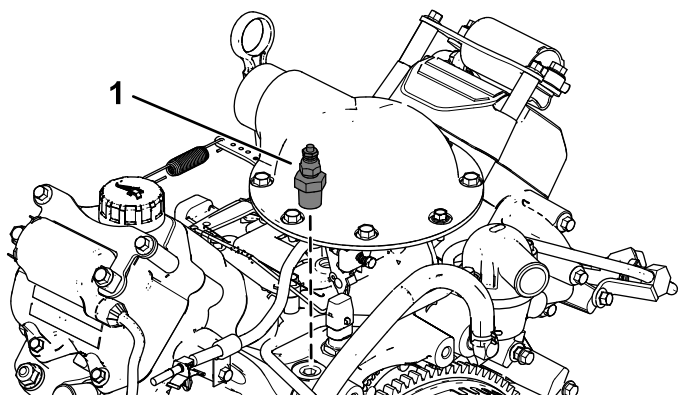

Figura 7
1. Rimuovete il microinterruttore della temperatura dall'alloggiamento del termostato (**Figura 7**).